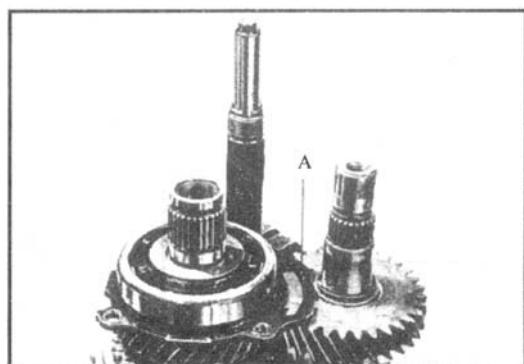

图 4-40 安装变速器 (九)
(9) 安装输入轴后轴承挡板 A, 注意 A 的位置应如图 4-40 所示。放上新的前后壳体密封垫, 并安装上变速器壳体。